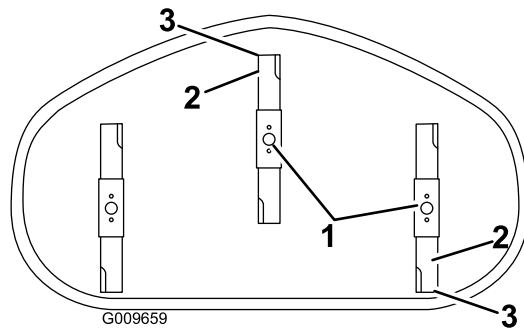

Figure 49
5. Mesurez la distance entre la pointe de la lame avant et la pointe de la lame arrière par rapport à la surface plane (Figure 49). Si la pointe avant de la lame n'est pas de 1,6 à 7,9 mm (1/16 à 5/16") plus basse que la pointe arrière, réglez le contre-écrou avant.
4. Faites pivoter les lames avec précaution pour faire passer les pointes avant à l'arrière (Figure 49).
lame soit de 1,6 à 7,9 mm (1/16 à 5/16 po) plus bas que la pointe arrière (Figure 49).